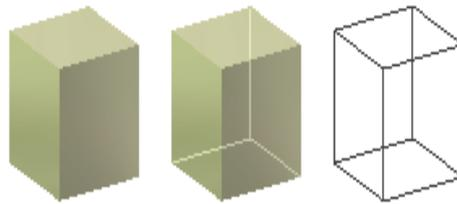

Figura 16. Opción apariencia.
- **Apariencia:** Es representada mediante el icono . Se controla la forma de representar la pieza; puede elegirse modo alámbrica, modo líneas ocultas o modo sombreado. Normalmente trabajaremos en modo sombreado. Como lo indica la figura 16.